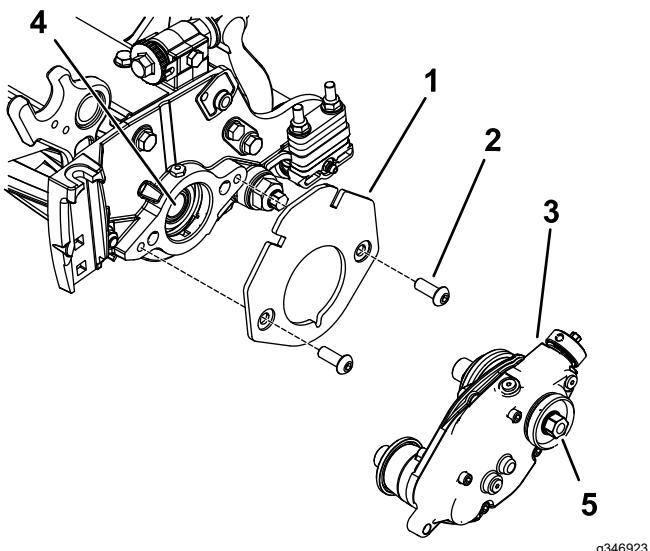

Figure 8
2. Fixez le support de masse sur le cylindre au moyen de 2 boulons à tête ronde hexagonale creuse (3/8" x 3/4"), comme montré à la Figure 8.
3. Appliquez du frein-filet moyenne résistance (tel que Loctite® 243 bleu) sur le filetage de l'arbre de cylindre interne (Figure 8).
4. Fixez le boîtier d'entraînement du groomer sur l'arbre du cylindre (Figure 8) à l'aide de la